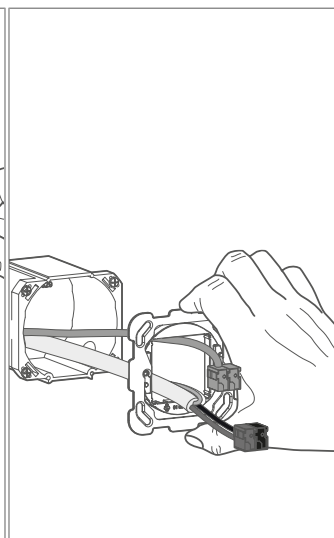

Bild 9: Optional: Anschlussleitung für ext. Temperaturfühler durchführen
- Anschlussleitung für externen Temperaturfühler mit Anschlussklemme zusätzlich durch den Rahmen führen und auf der Rückseite des Gerätes anschließen. (Bild 9).